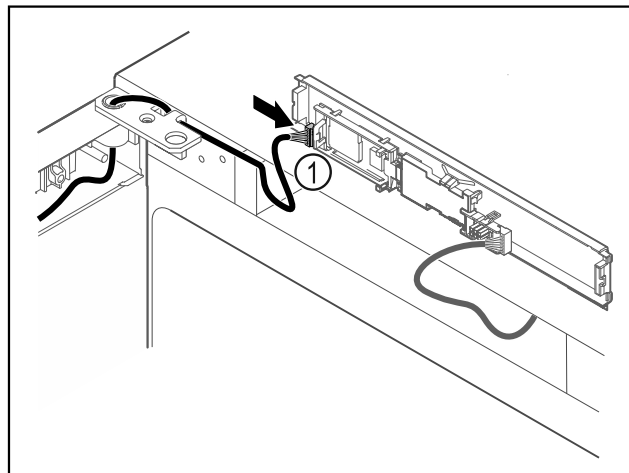

Fig. 65
- ▶ Dugja be a dugót Fig. 65 (1) a NYÁK-on.